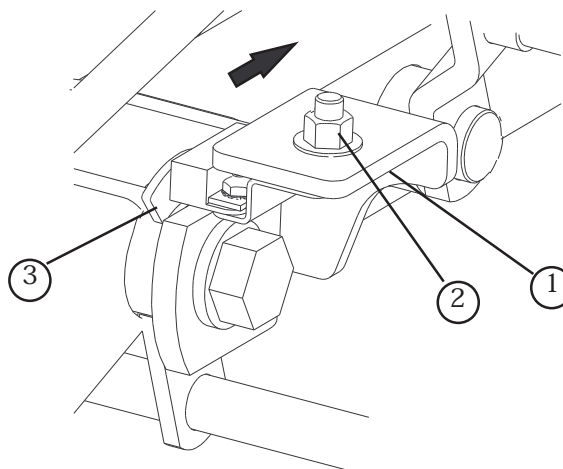

図 13
- 昇降アームのスイッチのブラケットを 4 番昇降アーム (左前) に固定しているキャリッジ・ボルトのナットをゆるめる (図13)。